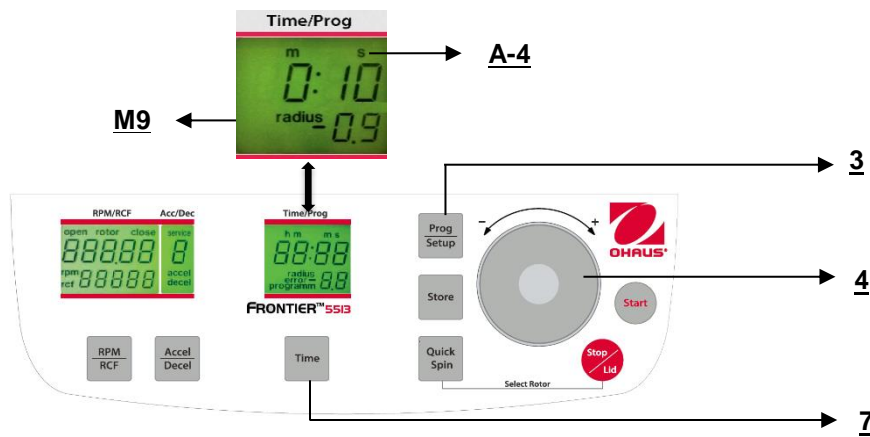

Figura. 19
Chiudere il coperchio, quindi premere allo stesso tempo il tasto **"Time"** (7) (fare riferimento alla figura 19) e il tasto **"Prog/Setup"** (3) e tenerli premuti.